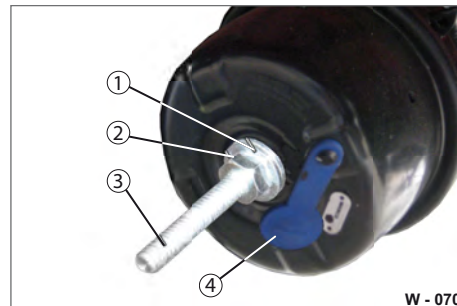

Abb. 68 Feder entspannen
- ▶ Schieben Sie die Unterlegscheibe (Abb. 68/1) auf.
- ▶ Drehen Sie die Sechskantmutter (Abb. 68/2) auf die Löseschraube (Abb. 68/3) auf.
- ▶ Drehen Sie die Sechskantmutter (Abb. 68/2) herunter.
- ▶ Ziehen Sie die Unterlegscheibe (Abb. 68/1) ab.
- ▶ Drehen Sie die Löseschraube (Abb. 68/3) um 90° und nehmen Sie diese heraus.